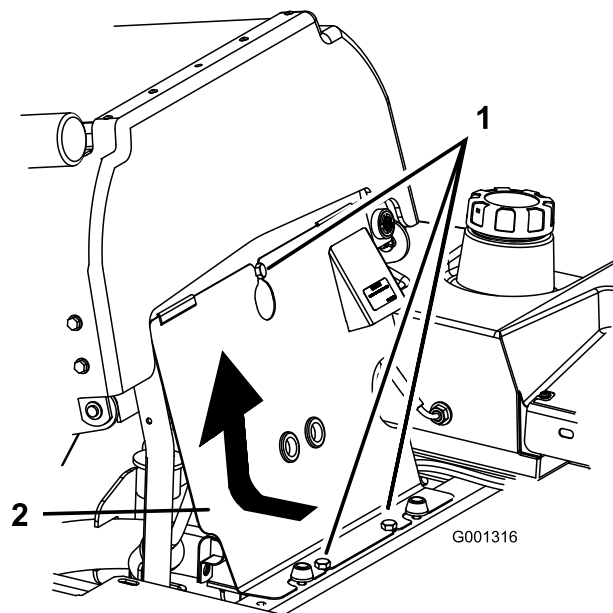

Figura 35
1. Inclinate il sedile in avanti, allentate i bulloni e togliete il pannello anteriore del motore (Figura 35).